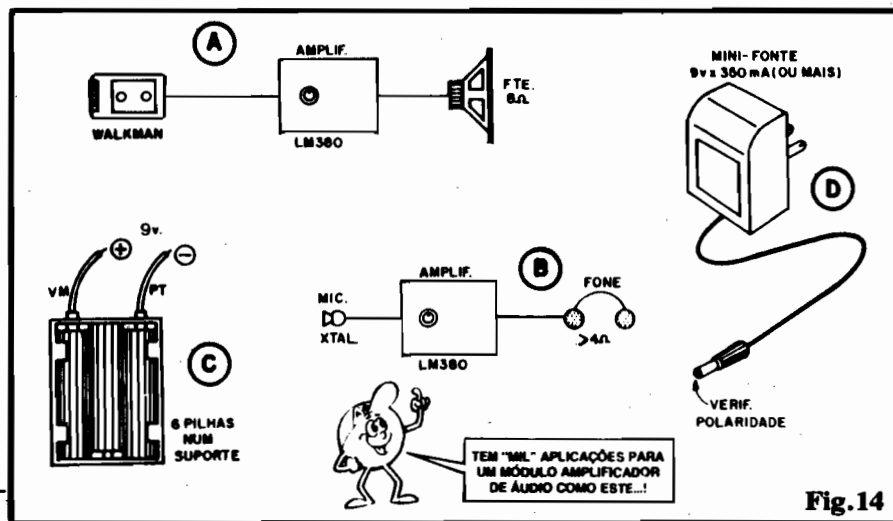

Fig.14
- FIG. 14 - UTILIZAÇÃO PRÁTICA DO AMPLIFICADOR EXPERIMENTAL - Algumas sugestões de "como usar" a montagem... Devido à citada boa sensibilidade e fidelidade do circuito, a versatilidade também é grande:
- FIG. 14-A - Através de um cabo dotado do conveniente plugue, o Leitor/"Aluno" pode ligar a Saída de "Fone" de um **walkman** à Entrada do **AMPLIFICADOR LM380**, com o que poderá sonorizar uma sala de dimensões normais (dá até pra "dar um baillinho"...), com excelentes resultados... Nesse caso, recomenda-se colocar o alto-falante numa pequena caixa acústica, com o que se obtém o melhor rendimento sonoro do sistema... Outra coisa: quanto maior for o alto-falante (e, conseqüentemente, a própria caixa acústica...) melhor será o rendimento dos sons mais graves (que, normalmente, não são reproduzidos com boa intensidade, pelos alto-falantes muito pequenos...). Notem que como os **walkmen** são geralmente, estéreo, os dois canais terão que ser "somados", gerando na Entrada do **AMPLIFICADOR LM380** um si-
- FIG. 14-B - Aplicando à Entrada do **AMPLIFICADOR LM380** um simples microfone de cristal (o preço não é muito elevado...) e usando-se, na Saída, um par de fones "de cabeça" ou "de orelha" (podem ser aqueles mesmos do seu velho **walkman**...), o Leitor/"Aluno" obtém um excelente amplificador "espião", de incrível sensibilidade! Basta "puxar" um cabo longo (blindado) para o microfone (que deve ser escondido em algum cantinho...) ou, na outra "ponta" do sistema, dotar os fones de uma boa extensão de fio, para confortavelmente "xeretar" as conversas dos amigos (ou inimigos...) na outra sala! Os detalhes dessa operação de "espionagem" nós deixamos por conta da mente "maligna" dos Leitores "xeretas"...
- FIG. 14-C - Se a alimentação com pilhas for escolhida, basta colocar 6 pilhas (podem ser das pequenas ou médias...) no respectivo suporte, atentando para a **polaridade** dos fios ou terminais do suporte, quando da ligação ao circuito...
- FIG. 14-D - Mini-fonte ("eliminador de pilhas") típica, que também pode ser usada na alimentação do **AMPLIFICADOR**